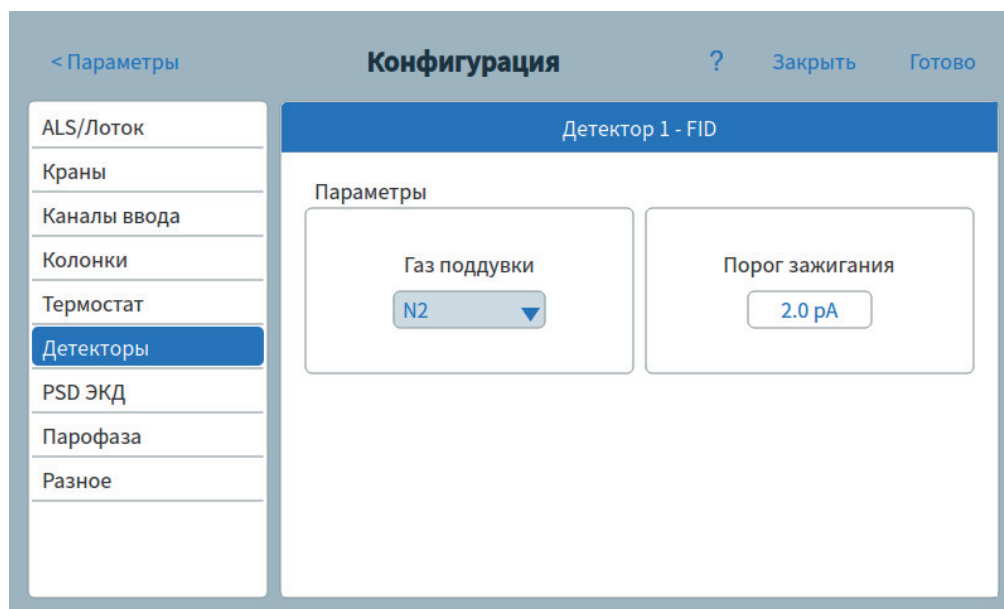

Рис. 58 Страница детекторов
- 3 В списке с левой стороны выберите тип устройств **Детекторы**. Справа появятся соответствующие параметры. См. Рис. 58.